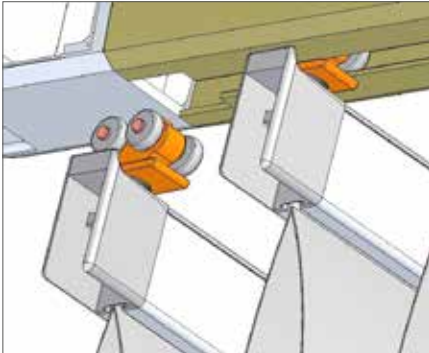

Abb. 28
Die Schlitten eines Querprofils gleichzeitig durch die Öffnung an der Unterseite des Führungsprofils einführen (Abb. 28).
- » Anschließend die ersten beiden montierten Querprofile in die Führungsprofile einhängen (Abb. 28).